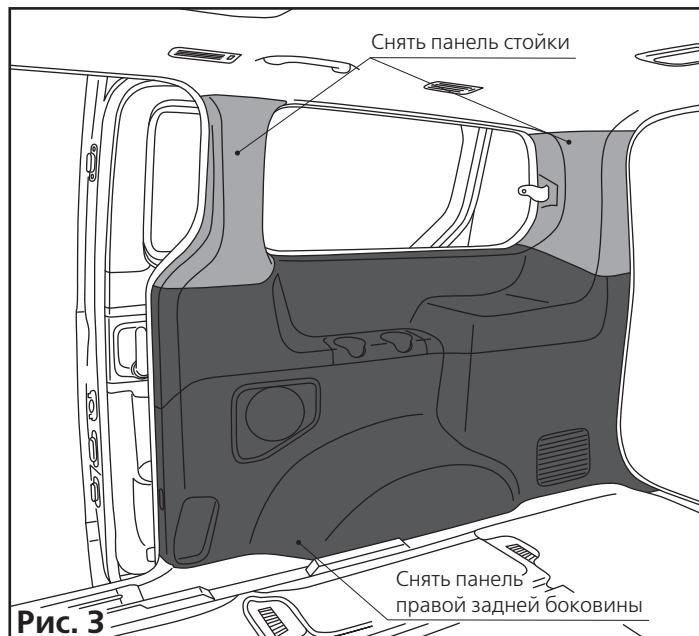
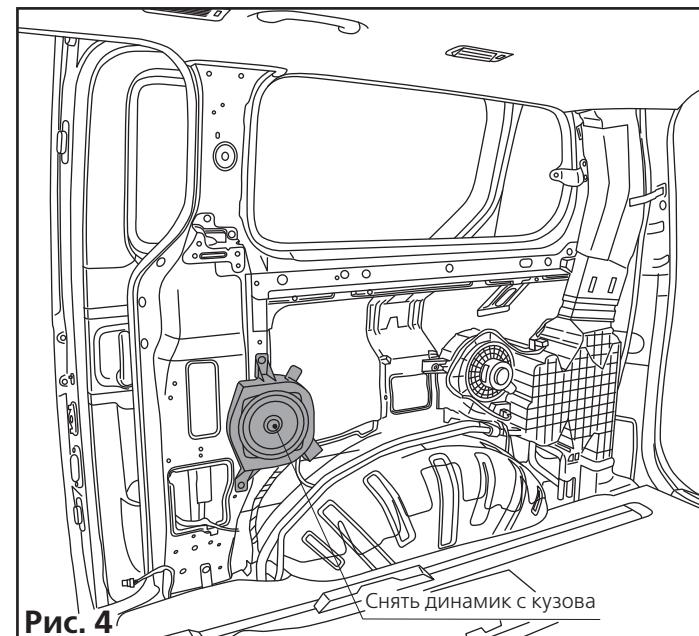

Рис. 3
Рис. 4
2.2.2 Демонтируйте сначала панель задней стойки проёма правой сдвижной двери, затем панель задней стойки правой боковины. После демонтируйте панель правой задней боковины (рис. 3), для доступа установки привода двери (рис. 4).